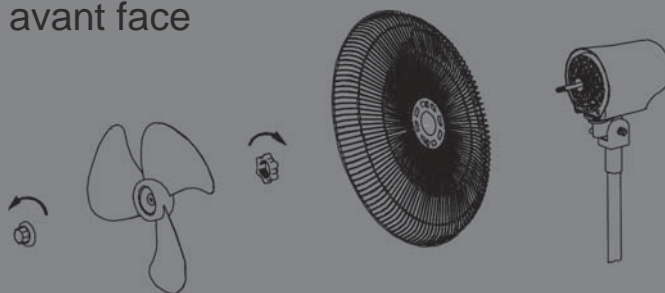

Fig 2
2. Montage de la grille de protection arrière et de la pale (Fig 2)